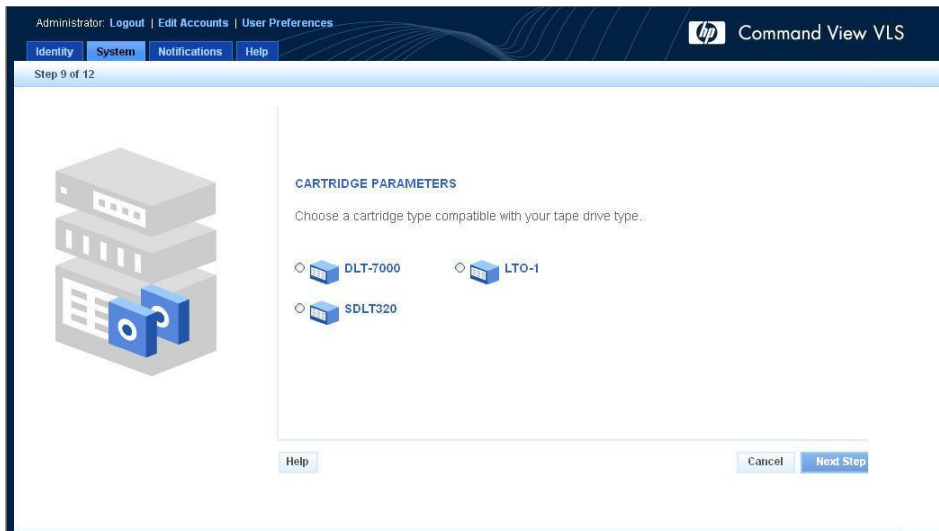

図 53. [Create Virtual Library Wizard]ウィンドウ (9/12)
6. エミュレートするカートリッジのタイプを選択します (図 53)。